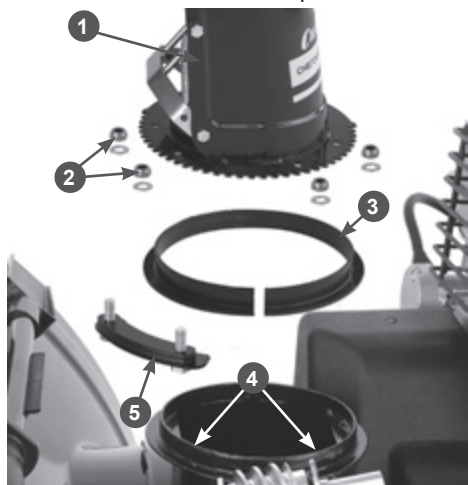

**Рис. 17 Регулировка длины троса рычага переключения передач**
- если данное условие не выполняется, отсоедините нижний конец троса переключения передач, ослабьте затяжку контргайки 2 на верхнем конце троса 3 и произведите корректировку положения фрикционного колеса, выкручивая/закручивая трос во втулку 1 крепления троса (Рис. 17);